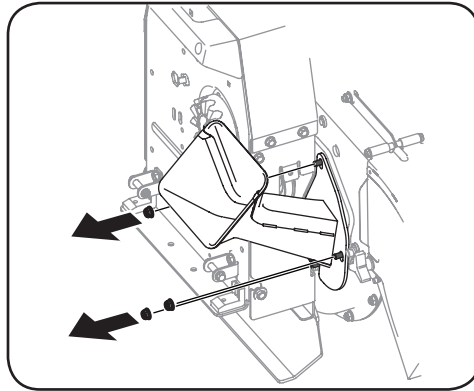
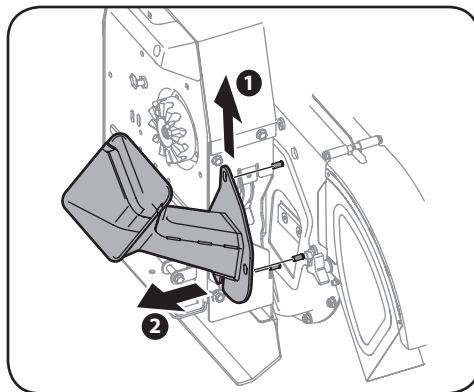

Figura 5-9
Figura 5-10
9. Para sacar el canal de la cortadora saque las tres tuercas hexagonales que lo aseguran a la caja del motor. Vea la Figura 5-9 y la Figura 5-10.